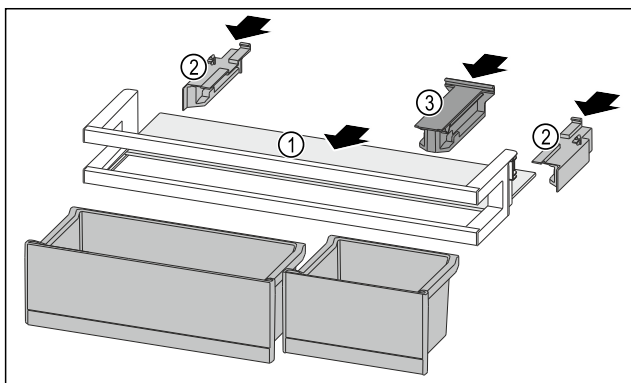

Fig. 231
- ▶ Вдвиньте съёмную полку Fig. 231 (1) в боковые пазы.
- ▶ Установите боковые части Fig. 231 (2).
- ▶ Смонтируйте крепление Fig. 231 (3).